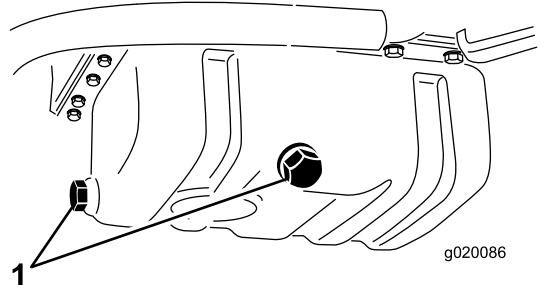

图 51
2. 拆下排油塞 (图 51)让油流入放油盘。油不再流时安装排油塞。